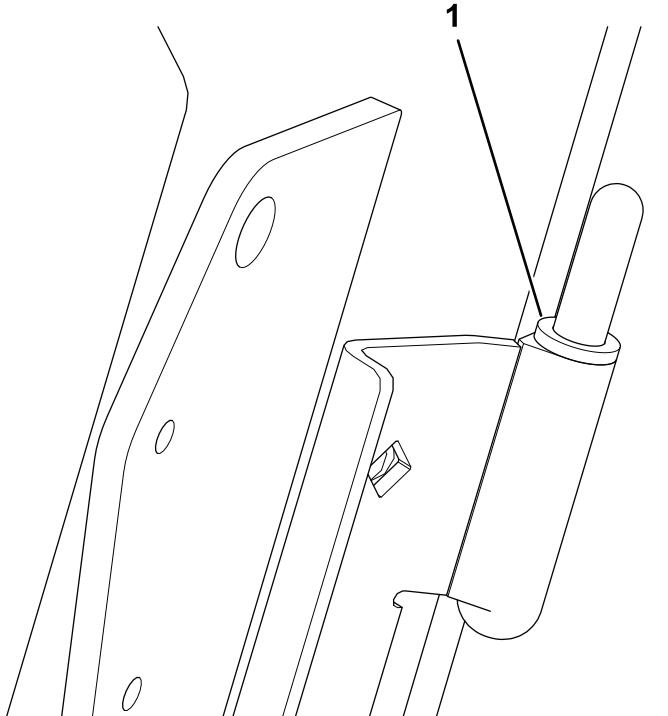

Figure 5
8. Placez 2 entretoises sur chacune des barres de montage de porte (1 sur l'axe de charnière supérieure et 1 sur l'axe de charnière inférieure); voir la Figure 5.